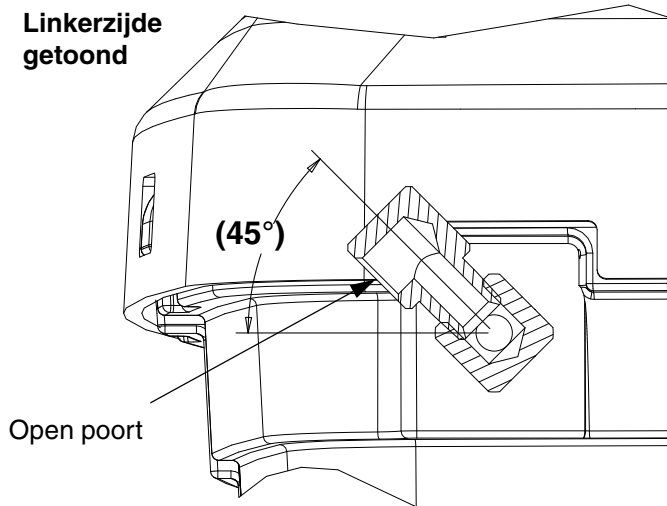

FIG. 21: Oriëntatie van de ontluuchtingsfittingen
Vul het buitenste omhulde gebied niet volledig als u de trechter of slangcirculatiekit gebruikt. Zie de vulinstructies in de handleiding van de trechter of slangcirculatiekit. Te veel vullen kan ertoe leiden dat de vloeistof tijdens het opstarten overloopt uit de ontluchtingsfittingen (zie FIG. 21).
4. U kunt aan beide zijden ontluchtingsfittingen installeren. Zie FIG. 21 voor de juiste richting van de ontluchtingsfittingen.